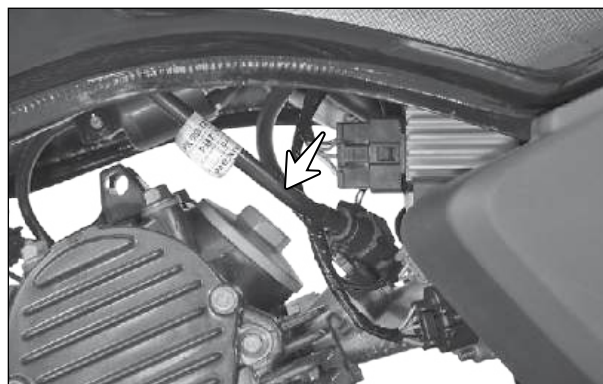

Fig. 2.46
- Inspeção a mangueira de combustível (seta) e suas conexões quanto a danos / vazamentos. (Fig. 2.46)